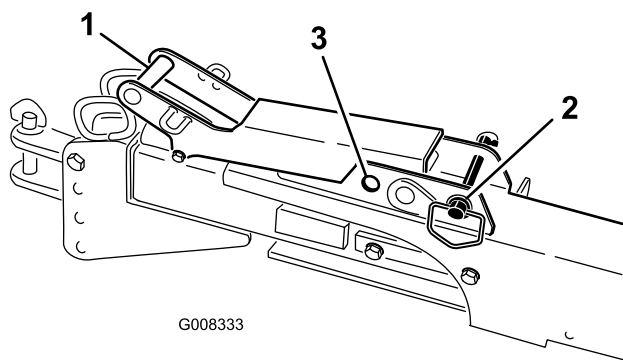

Figura 21
- A. Assegure-se de que a pega do trinco do pino está desbloqueada na posição (traseira) (Figura 21).
Nota: Bloqueie a montagem de engate na posição estendida ao mover a pega do trinco do pino para a posição frontal (bloqueada) (Figura 21).